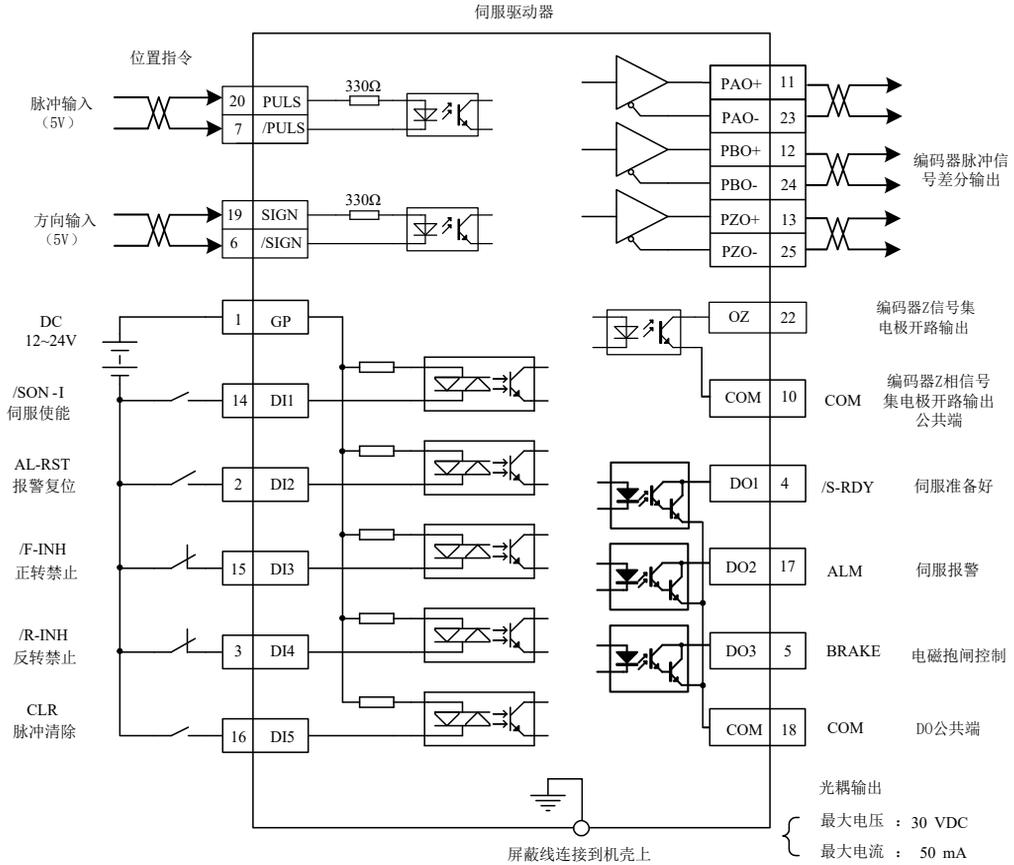
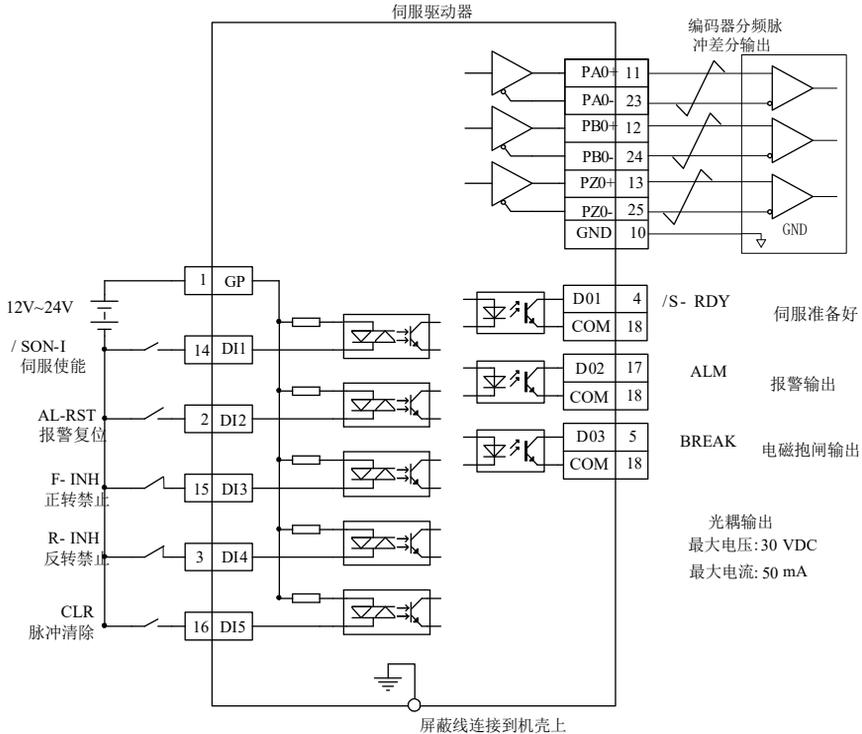

图 6.4.2 外部位置脉冲模式典型接线图
图 6.4.5 内部寄存器位置典型接线图
- ★ 参考图 6.4.2 或图 6.4.5 的配线说明，进行 DI/DO 信号的连线；